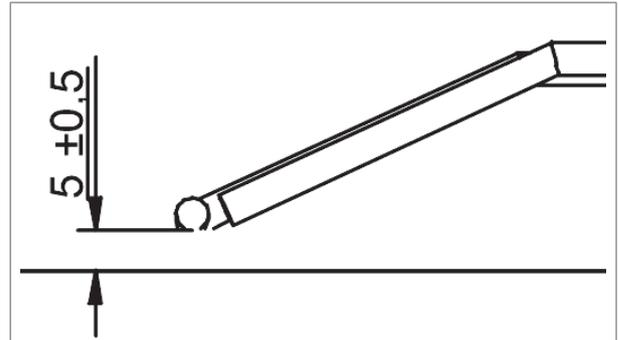

Figure 20 - Distance entre l'électrode et le brûleur
- a. La distance entre l'électrode et le brûleur doit être égale à (\pm) mm (figure 20).